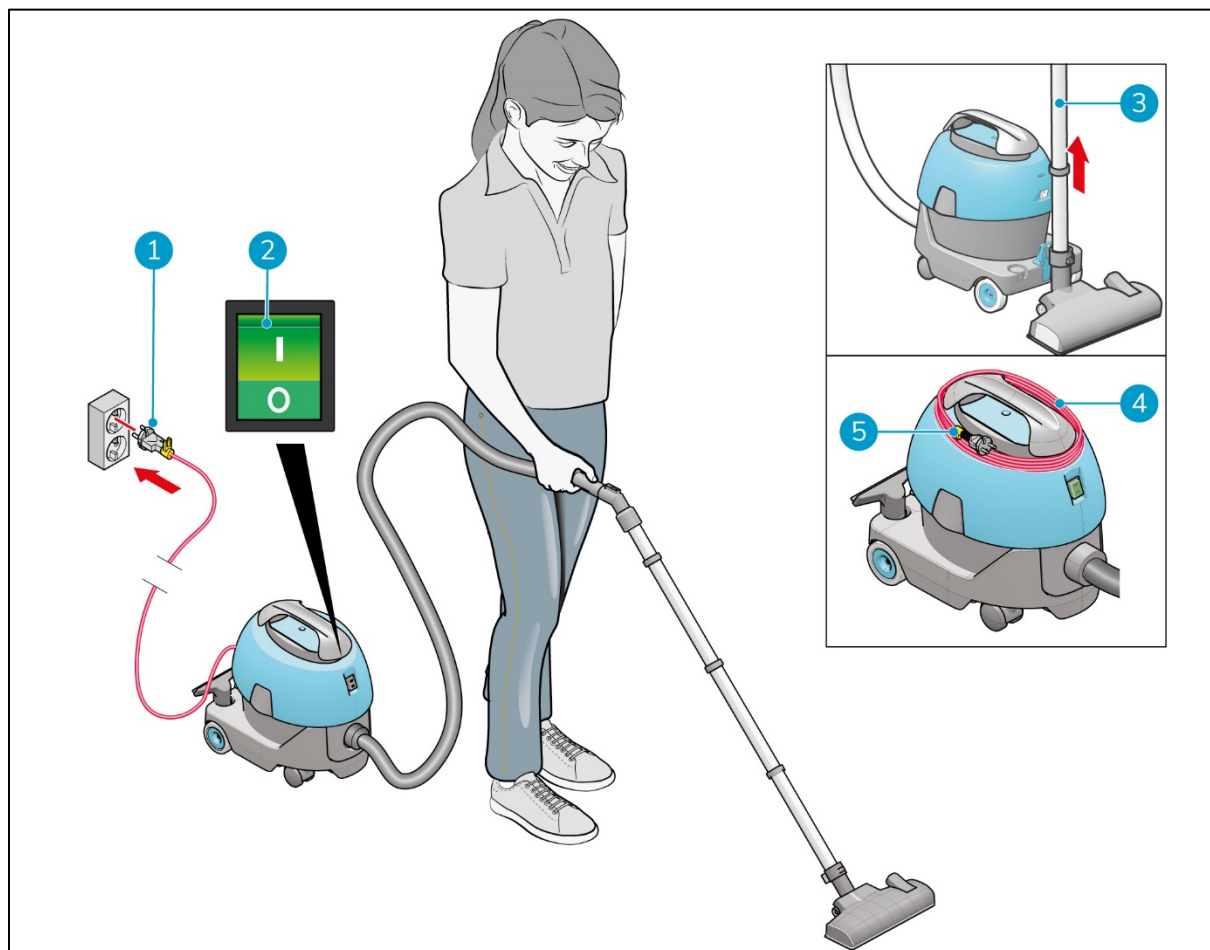

Figura 17
1. Enchufa el cable de alimentación principal en la toma de red de la pared (Figura 17, pos. 1).
2. Pulsa el interruptor ON/OFF (Figura 17, pos. 2) para arrancar la i-vac® 5. La luz verde del interruptor ON/OFF se encenderá.
3. Extrae el tubo del soporte (Figura 17, pos. 3).
1. Pulsa el interruptor ON/OFF (Figura 17, pos. 2) para apagar la i-vac 5.
2. Desenchufa el cable de alimentación principal de la toma de red de la pared. (Figura 17, pos. 1).
3. Enrolle el cable de alimentación principal alrededor del cabezal de la i-vac 5 (Figura 17, pos. 4).
4. Coloca la abrazadera de cable amarilla (Figura 17, pos. 5) sobre el cable.
5. Vuelve a insertar el tubo en el soporte (Figura 17, pos. 3).